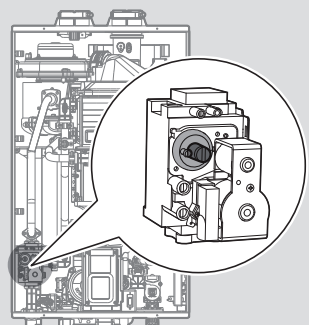

Figure 8. Emplacement de la vis de réglage
- Ouvrez entièrement plusieurs installations d'eau chaude et réglez le chauffe-eau pour qu'il fonctionne en mode MIN 1 étape (reportez-vous à la page 8). Mesurez la valeur de CO₂ à une puissance minimale d'utilisation. Si la valeur de CO₂ ne se trouve pas dans la plage de 0,5 % de la valeur indiquée dans le tableau 2, la vis de réglage de la soupape à gaz doit être ajustée. Si un ajustement est requis, trouvez la vis de réglage, comme cela est indiqué à la Figure 8. À l'aide d'une clé Allen de 4 mm (5/32 po), tournez la vis de réglage de 1/4 de tour maximum dans le sens horaire pour augmenter la valeur de CO₂ ou dans le sens antihoraire pour la diminuer.